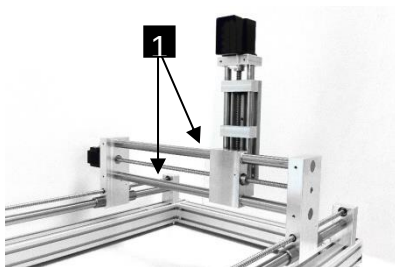

Abb. 30: Linearführung der Y-Achse
- 5 Zwei Linearführungen der Y-Achse (Abb. 30 /1) mit einem Leichtlauföl benetzten Putzlappen **DIN** 61650 einölen oder alternativ das Öl mit einem dafür geeigneten Pinsel aufzutragen.